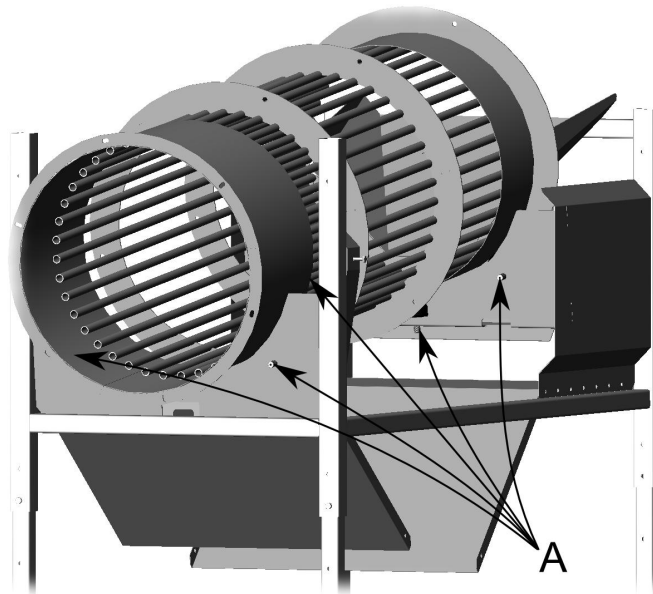

Bild 6.
- Skräptrummans rotationsrörelse stöds av fem gummihjul vars axlar A (bild 6) ska smörjas regelbundet.